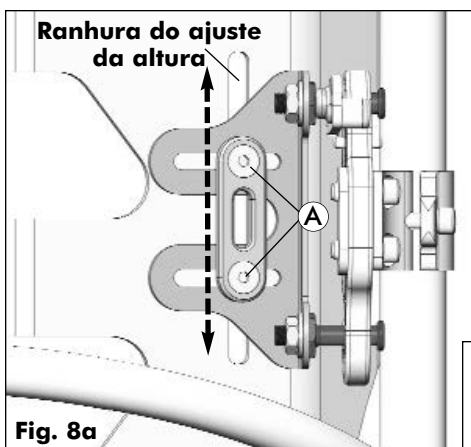
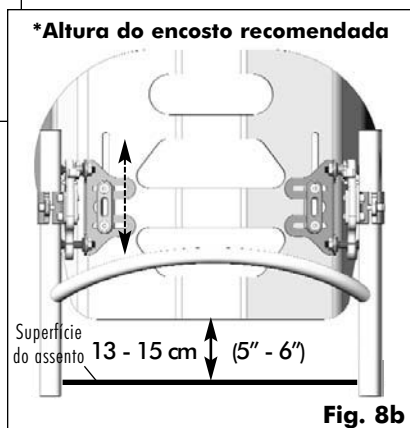

Fig. 8a
Fig. 8b
- Ajuste da altura MX2:** a altura do encosto MX2 pode ser ajustada conforme necessário, através do canal ranhurado na estrutura do encosto MX2 (consulte Fig. 8a). A altura do encosto recomendada* é cerca de 13 - 15 cm (5" - 6") a partir do topo da superfície do assento (almofada do assento ou painel do assento; consulte a Fig. 8b).
- Num dos lados, desaperte ligeiramente as ferragens do suporte de montagem (A) e faça deslizar a estrutura do encosto MX2 para cima/para baixo até a altura pretendida do encosto ser atingida. **NOTA:** o intervalo de ajuste da altura do encosto MX2 varia consoante a altura (comprimento da ranhura) na estrutura do encosto MX2. Consulte a Tabela 1.0: